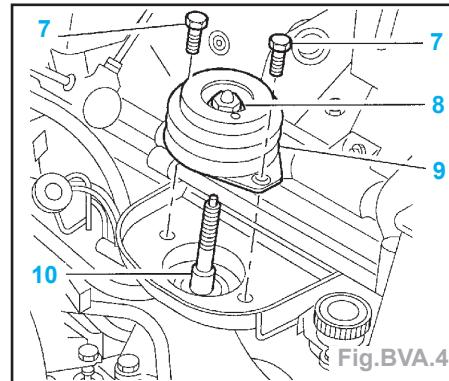

Fig.BVA.4
- Déposer les 2 vis (7) du silentbloc du support gauche moteur (Fig.BVA.4).